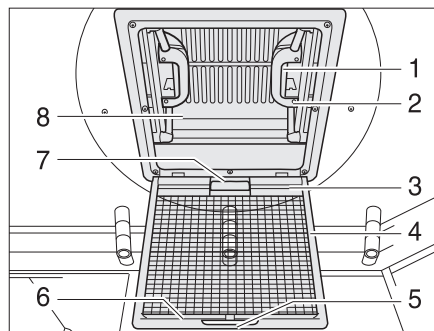

Fig. 84 Oblò a scatto
- Tirare la maniglia (Fig. 84,5).
- Ribaltare la protezione contro gli insetti (Fig. 84,4) verso il basso.
- Premere la chiusura a scatto (Fig. 84,1) verso l'interno dell'oblò (Fig. 84,8). Premere contemporaneamente verso l'alto l'oblò con la maniglia (Fig. 84,2).
- Spingere la protezione contro gli insetti (Fig. 84,4) verso l'alto finché non si innesta.
- Tirare con forza verso il basso le due maniglie (Fig. 84,2) dell'oblò (Fig. 84,8), fino a quando non scattano (Fig. 84,1) entrambe le chiusure.
- Tirare l'oscurante a rullo per la maniglia (Fig. 84,7) e agganciare il listello portaganci (Fig. 84,3) nel listello di supporto (Fig. 84,6) sulla protezione contro gli insetti.
- Staccare il listello porta-ganci (Fig. 84,3) dal listello di supporto (Fig. 84,6) e ricondurre lentamente in posizione l'oscurante a rullo.